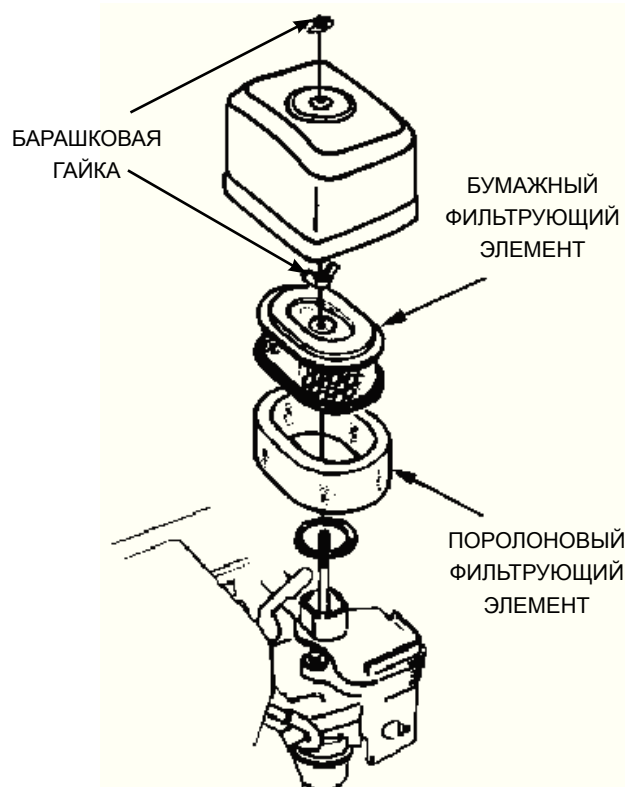

Рис.10
1. Открутить барашковые гайки и снять крышку воздушного фильтра и фильтр (Рис.10)